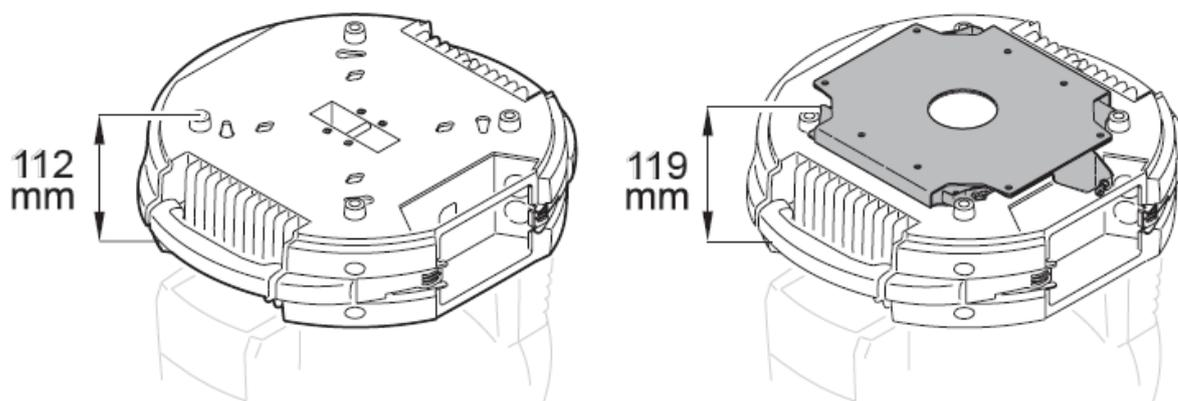

Рис. 7 Измерения быстроразъемного кронштейна
8. См. рис. 7 Быстроразъемный кронштейн добавляет 7 мм (0.3") к общей высоте прибора.